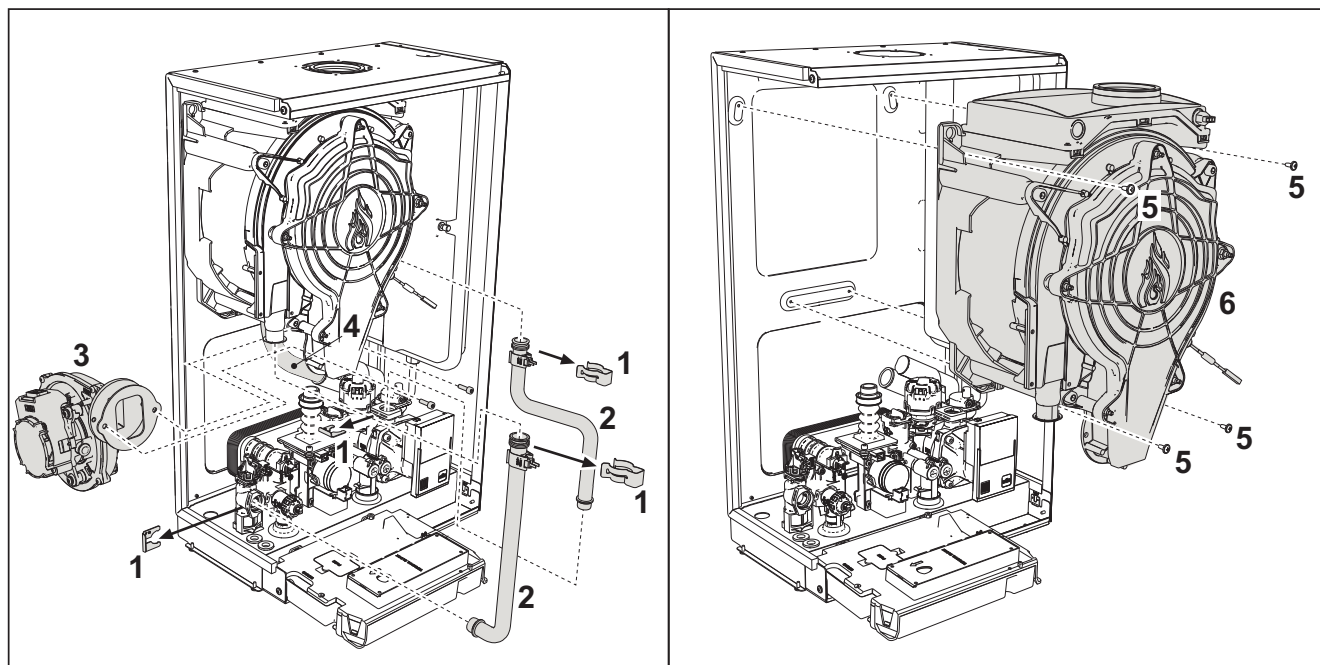

fig. 40 - Scambiatore principale
- Togliere le 2 viti **superiori** "5" di fissaggio scambiatore al telaio (fig. 40)
- Allentare le 2 viti **inferiori** "5" di fissaggio scambiatore al telaio (fig. 40)